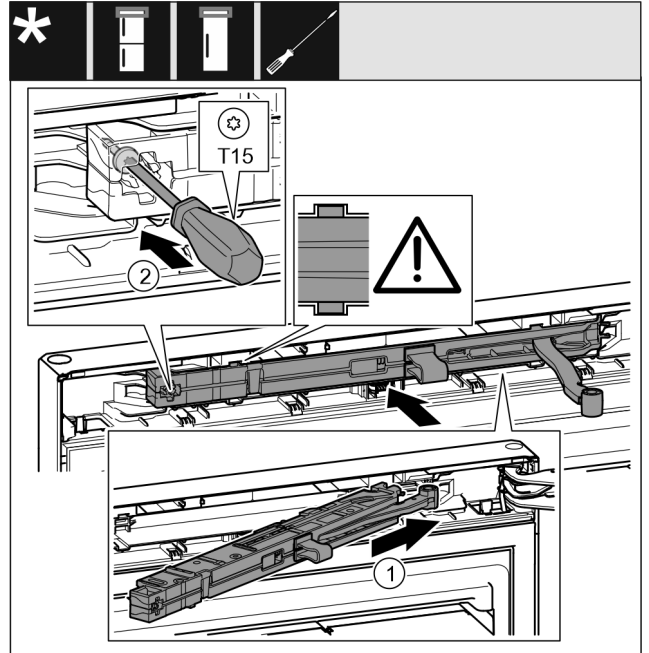

Fig. 42
- ▶ Inserire in diagonale l'unità dell'ammortizzatore di chiusura Fig. 42 (1) nel vano sul lato del blocco di supporto fino a battuta.
- ▶ Stringere la vite Fig. 42 (2) con un cacciavite.